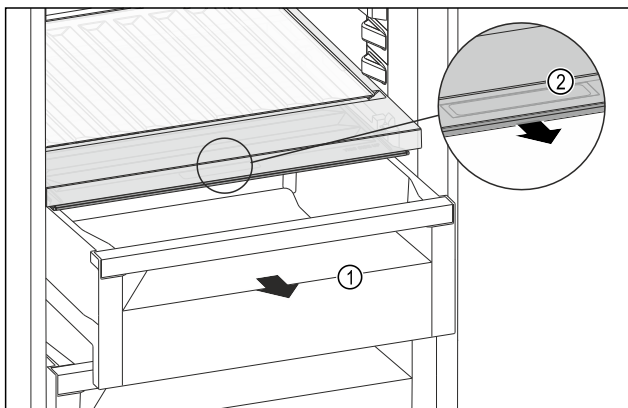

Fig. 253
- ▶ Schubfach Fig. 253 (1) herausziehen.
- ▶ Griffmulde Fig. 253 (2) am Fachdeckel anfassen und Fachdeckel gleichzeitig nach vorne ziehen.